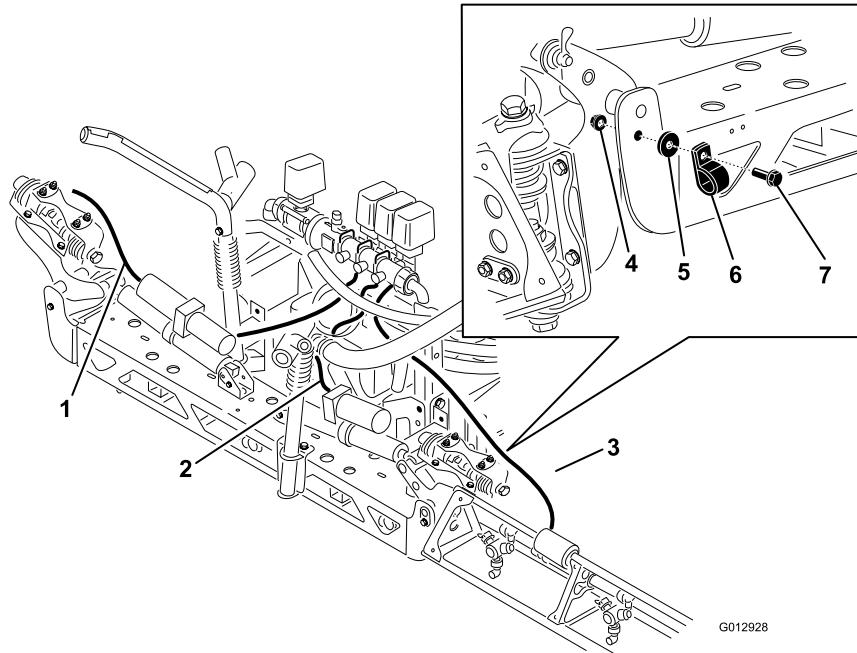

Figura 31
1. Enrute las mangas de los brazos según se muestra en Figura 31.
2. Utilice las abrazaderas en R para fijar las mangas de los brazos derecha e izquierda al lado delantero de los conjuntos de brazo centrales. Sujete las mangas y las abrazaderas en R con un perno de cuello largo, una arandela y una tuerca, según se muestra en Figura 31.